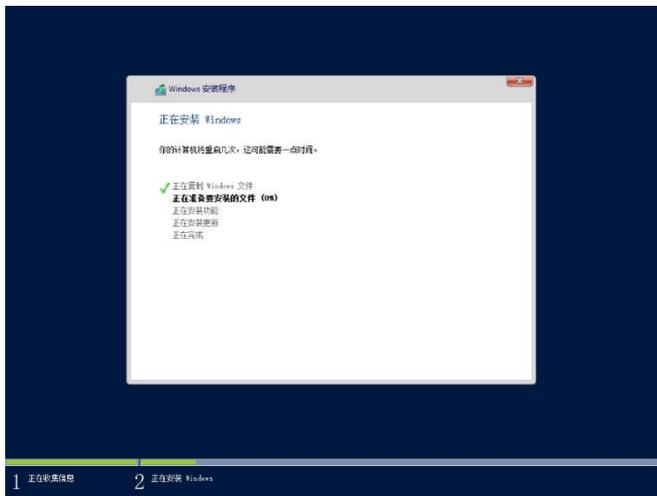

图 6-13
n. 单击下一步进行操作系统的安装。如图 6-13 所示。操作系统的安装过程可能需